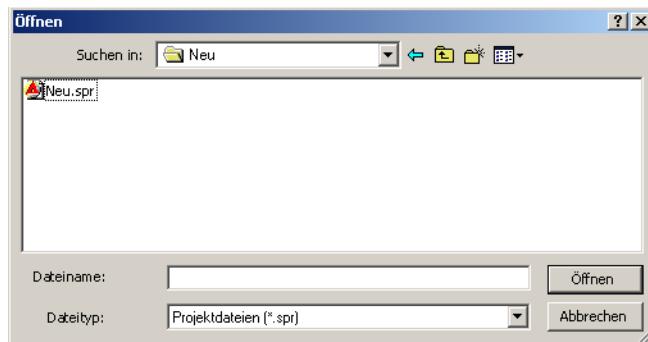

Abbildung 3.9. Dialogfeld "Öffnen"
2. Navigieren Sie im Dialogfeld **Öffnen**, Abbildung 3.9, zum Dateinamen des Projektes, das Sie öffnen möchten. Eine Projektdatei hat die Erweiterung **.spr**.